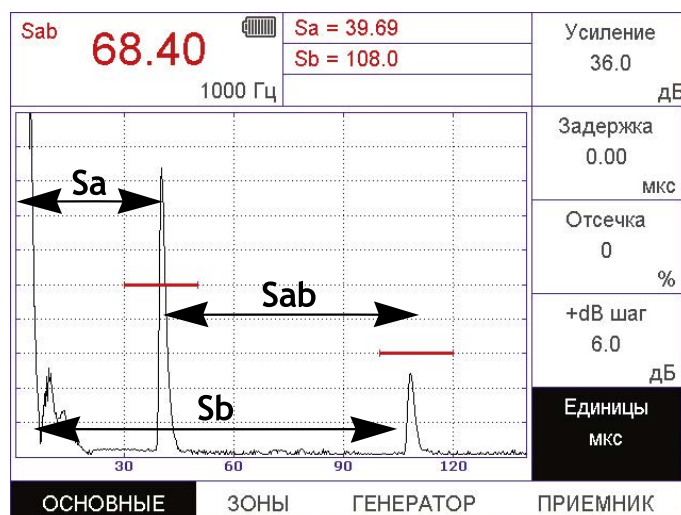

Рис. 3-11 Измерение времени прохождения сигнала в призме по образцу СО-3
Картинка на экране дефектоскопа будет аналогичной показанной на рис. 3-11
4. Сигнал вновь проходит через призму и регистрируется прибором. Этот сигнал изображен на рис. 3.11 через расстояние  $S_a$ .
7. Пришедшие колебания отображены на рис.3-11 на расстоянии  $S_b$ .